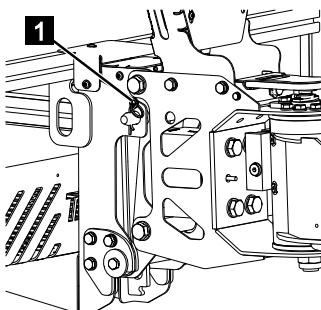

Abb. 159
5. Federsplint (Abb.159/1) in den Verriegelungsbolzen einsetzen.